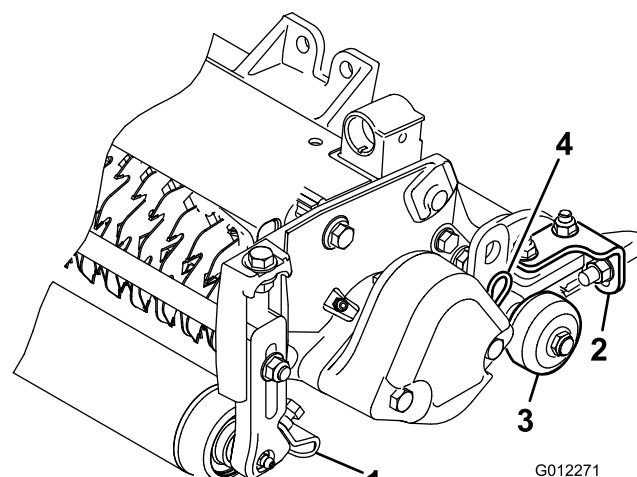

Figura 6
1. Desaperte as porcas flangeadas que fixam os raspadores do rolo (Figura 6).
Antes de as unidades de corte vertical serem baixadas até ao chão ou retiradas da unidade de tração, baixe os rolos de transporte (Figura 6) para proteger as lâminas do contacto com a superfície dura.
As unidades de corte vertical podem ser instaladas em qualquer uma das três localizações na unidade de tração. A Figura 6 mostra a orientação do motor de transmissão hidráulica para cada uma das localizações. As localizações que impliquem a montagem do motor no lado direito da unidade de corte vertical necessitam da instalação de um contrapeso no lado esquerdo da unidade de corte vertical. As localizações que impliquem a montagem do motor no lado esquerdo da unidade de corte necessitam da instalação de um contrapeso no lado direito da unidade de corte vertical.